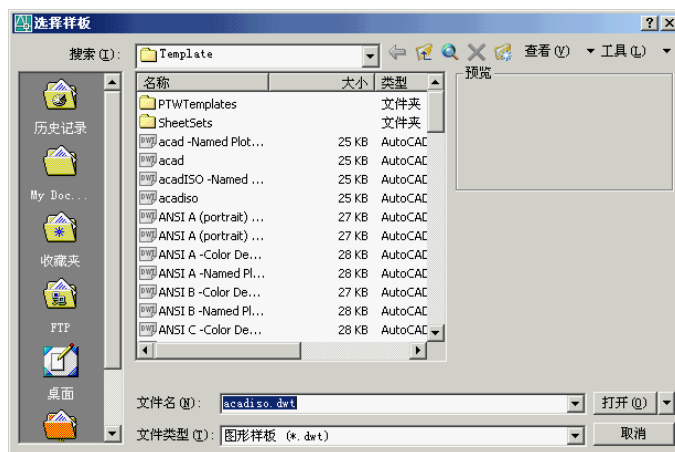

图1-1 【选择样板】对话框
2. 单击【文件】/【新建】命令，打开【选择样板】对话框，如图 1-1 所示。该对话框中列出了许多用于创建新图形的样板文件，缺省的样板文件是“Acadiso.dwt”。单击 **打开(O)** 按钮开始新图形的绘制。